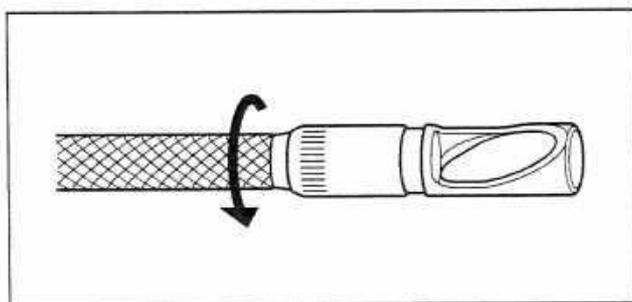

図 3.14
- 第1ねじ部通過後、側視ミラーアダプター本体を軽く押し込みながら回し、スコープ先端の側視ミラーアダプター固定溝に側視ミラーアダプター内側のツメが噛み合っって回転が止まる位置になっていることを確認します（図 3.14 参照）。